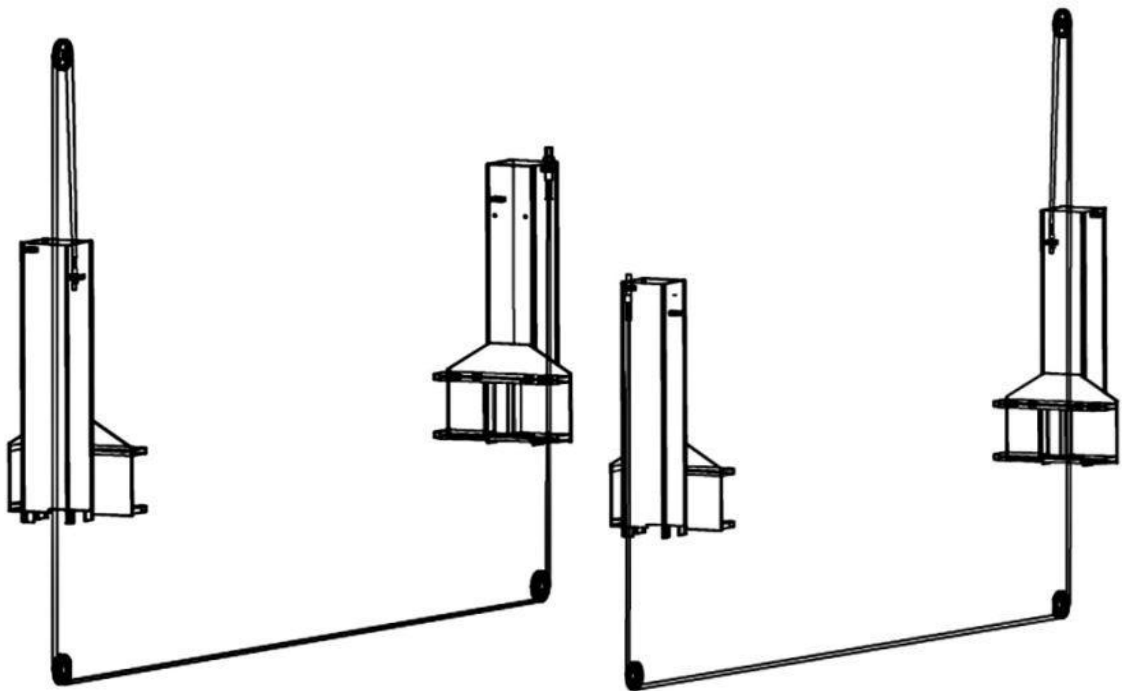

Bild 7.7.1 „Verlegung der Stahlausgleichsseile“
- d) Führen Sie die Ausgleichsseile durch die Säulen und die Überfahrtschiene hindurch und schrauben Sie diese in die Hubschlitten ein (siehe Bild 7.7.1).